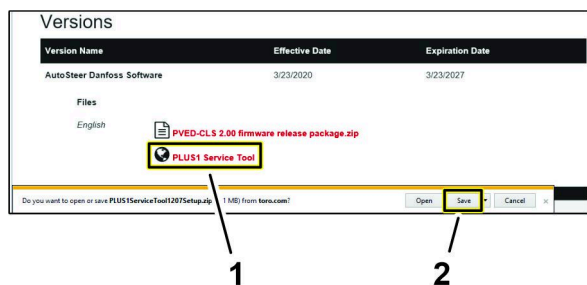

図 18
- ドキュメント情報ページで、Plus1 サービス ツールハイパーリンク(図 18)をクリックする。
- [保存]ボタンをクリックする(図 18)。